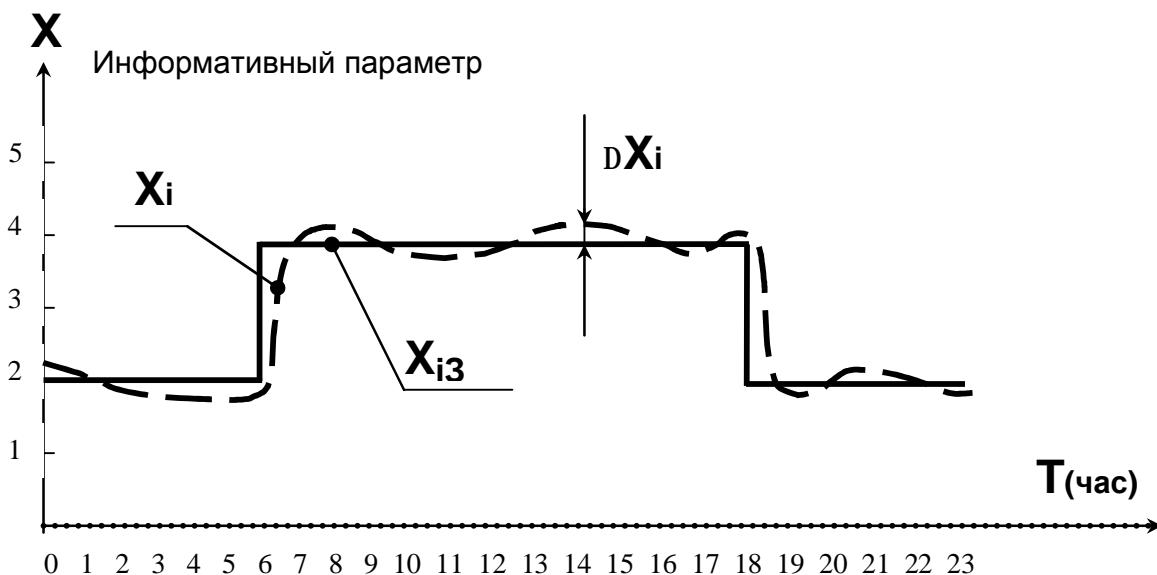

Рис. 5.5
5.7.3. На основе анализа величины ΔX_i , равной разности реально измеренных значений X_i и заданных значений X_{i3} , формируется значение выходного сигнала Y_i управляющего регулирующим клапаном. Регулирующий клапан оказывает на объект регулирования воздействие $Z(Y_i)$ таким образом, чтобы свести величину ΔX_i к нулю (см. график на Рис. 5.5.)